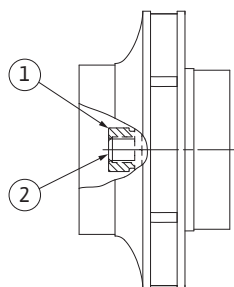

Fig. 53: Posição correcta da porca do impulsor após a instalação
29. Segurar o veio (ver passo 24) e apertar a porca do impulsor com o torque de aperto recomendado (ver listagem “Tabela 11: Torques de aperto dos parafusos” na página 313). A porca (Fig. 53, pos. 1) tem de estar ao nível da extremidade do veio (Fig. 53, pos. 2), com uma tolerância de  $\pm 0,5$  mm. Se isso não se verificar, desapertar a porca e repetir os passos 25 a 29.